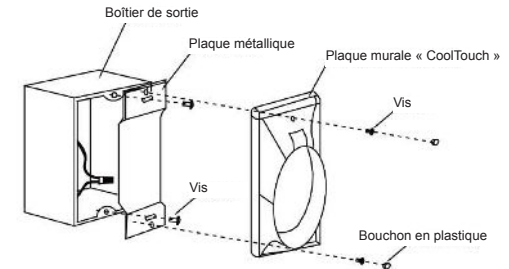

Fig. 24
Étape 2. Installez la plaque métallique et la plaque murale « CoolTouch » sur la boîte de prise murale existante avec les 4 vis fournies. Placez ensuite les deux chevilles en plastique dans la plaque murale. (Fig. 24)